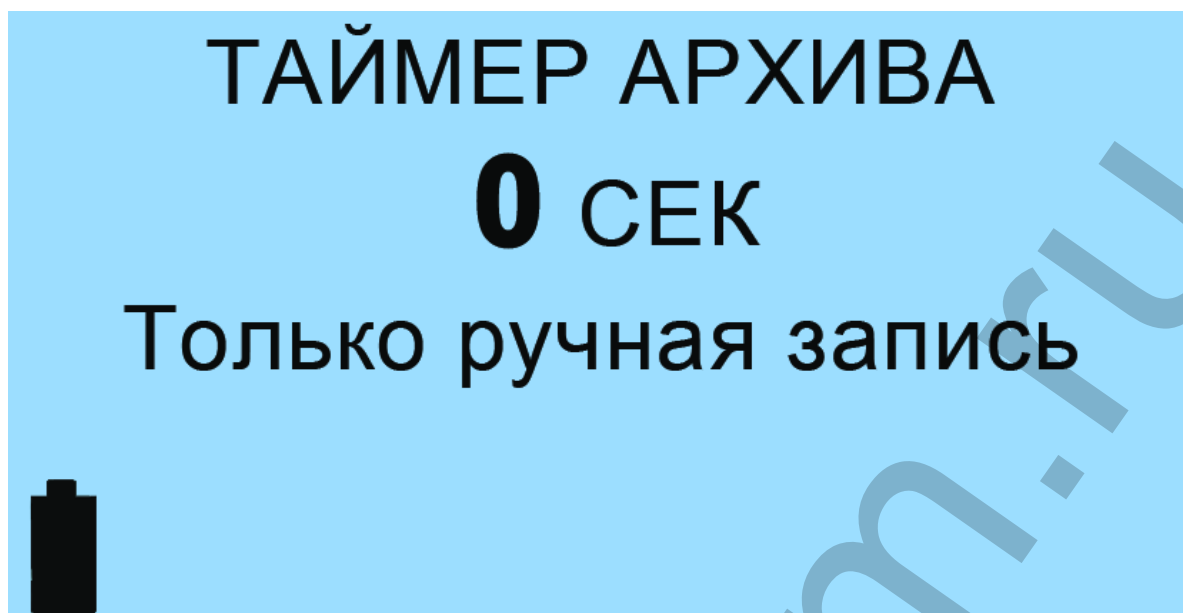

Рисунок 5 – Страница "Таймер архива"
3.3 Для автоматической записи в архив, находясь в режиме «Рабочее состояние» (см. п. 2), кратко нажать кнопку «ВЫБОР», затем кратко нажать кнопку «РЕГЛАМЕНТ». На экране появится страница «Таймер архива» (рисунок 5). Кнопками «ВВЕРХ» и «ВНИЗ» установить необходимое время записи в архив. Длинным нажатием кнопки «РЕГЛАМЕНТ» запомнить требуемое время записи в архив. Для обнуления архива необходимо установить время записи в архив «-10 сек», длинным нажатием кнопки «РЕГЛАМЕНТ» обнулить архив.